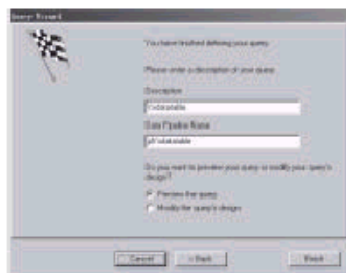
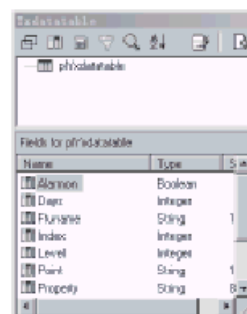

Fig. 8-11 Último paso de Selección de Tablas de Listado
Fig. 8-12 Selección de Tablas de Listado Completada
2.8 Haga clic en **Finish**, como en la Fig. 8-11. Luego se mostrará la tabla de listado de la base de datos seleccionada, como se vé en la Fig. 8-12.